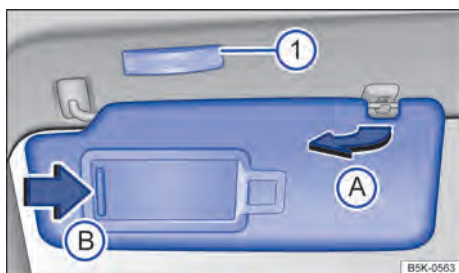

Fig. 82 Parasol.
- Retirar el parasol cuidadosamente del bloque soporte sujetando a base de sujeción y girar en la dirección de las puertas → fig. 82 A.
En el parasol plegado hacia abajo se encuentra un espejo de cortesía atrás de una cubierta. Al abrir la cubierta → fig. 82 B se enciende la luz 1.